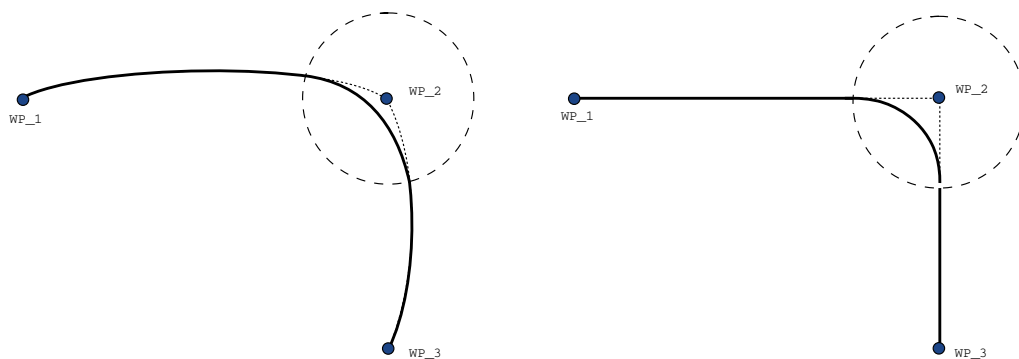

Figure 15.6: ジョイント空間 (MoveJ) 対デカルト空間 (MoveL) の移動とブレンド。
- **MoveJ** を含むブレンド **MoveJ** ブレンドにより、ジョイント空間にスムーズなカーブを描きます。これにより、**MoveJ** から **MoveJ**、**MoveJ** から **MoveL**、**MoveL** から **MoveJ** へのブレンドを行います。このブレンドにより、ブレンドがない運動よりもよりスムーズで高速な軌道を生み出します (図 15.6 参照)。速度および加速度が速度プロファイルを規定するために使用されている場合、このブレンドはブレンド時のブレンド半径内にとどまります。時間を速度および加速度の代わりに使用して、両方の運動に関する速度プロファイルを規定する場合、ブレンド半径に軌道が収まらないオーバーシュートが発生する場合があります。二つの軌跡の時間が大きく異なる場合に、発生することがあります。